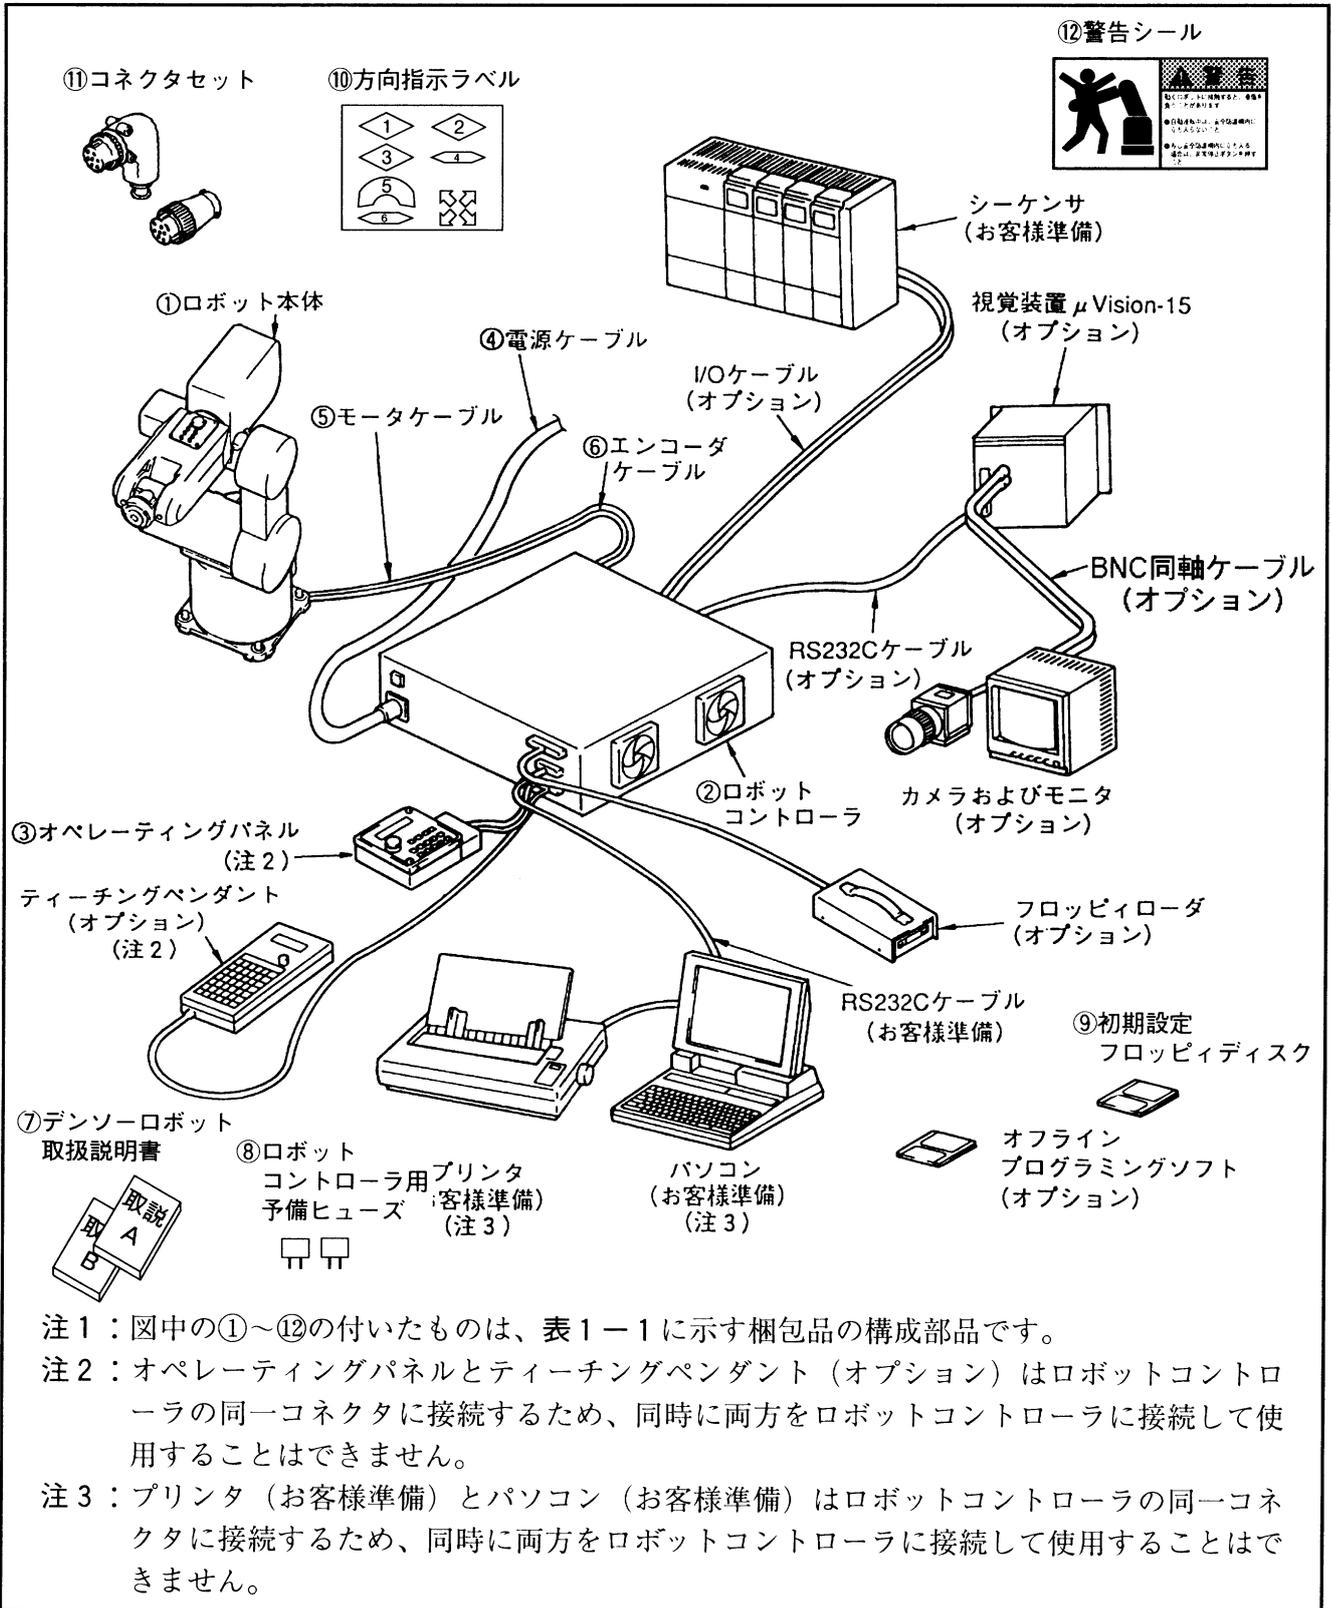

図1-1 ロボットの構成機器
1.1 ロボットの構成機器 ロボットの全体構成を図1-1に示します。